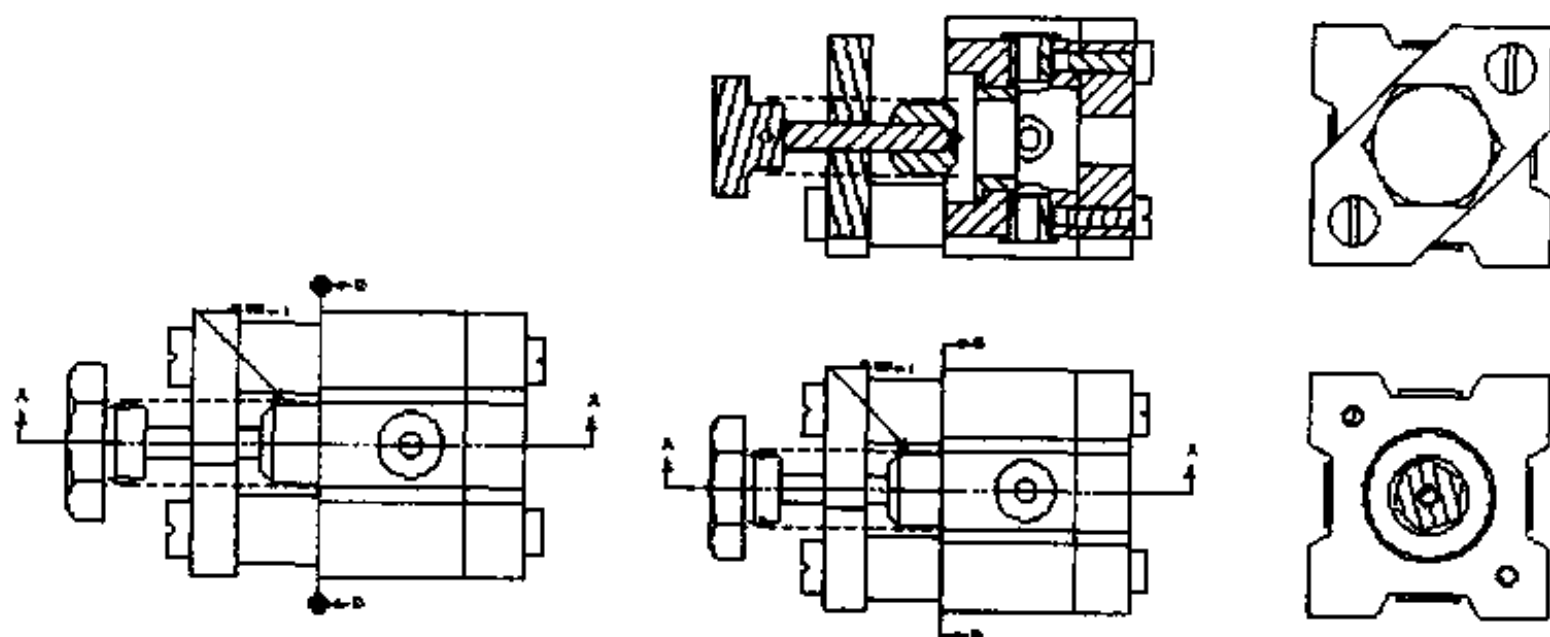

图 3.97 生成垂直方向剖视图
- (2) 单击【剖视图】按钮, 选择【垂直截面线】按钮, 然后将光标移至顶部视图中【3 夹具座】的左侧。再单击【定位剖视图】按钮, 又生成一个剖视图。将光标移至左视图的中间, 单击【确定】按钮, 结果如图 3.97 所示。